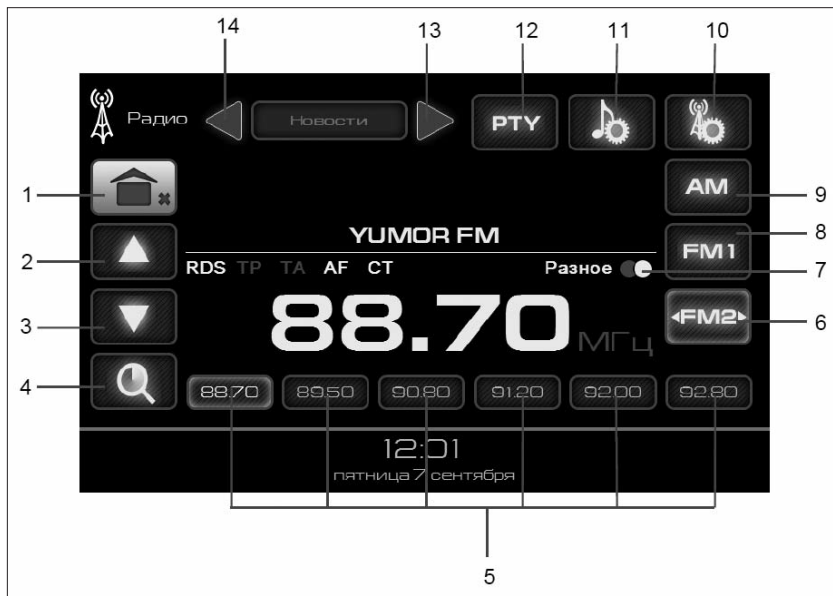

Рис. 3. Окно режима «Радио»
Кнопки **AM**, **FM1**, **FM2-FM4** (рис. 3) позволяют выбрать необходимый диапазон работы:
Длительное удерживание кнопки **1** (рис. 3) приводит к выходу в главное меню с выключением звука радиоприемника. Короткое нажатие кнопки **1** (рис. 3) позволяет перейти в главное меню, не выключая **Радио**.
Для включения автоматической настройки (автопоиска) вверх (вниз) по частоте нажмите кнопку **▲** (2) или **▼** (3) (рис. 3) и удерживайте ее более 2-х секунд. После настройки на радиостанцию автопоиск прекратится.
Последовательным коротким нажатием кнопок **▲** (2) или **▼** (3) (рис. 3) установите требуемую частоту настройки.
Для включения автоматического сканирования и сохранения радиостанций нажмите и удерживайте в течение 2-х секунд кнопку **4** (рис. 3), после этого радиоприемник автоматически настроится на частоты восемнадцати станций и запомнит их. После сохранения радиостанций радиоприемник автоматически переключится в режим прослушивания первой сохраненной радиостанции.
в течение 2-х секунд одну из кнопок **5** (рис. 3). Переключение на сохраненную радиостанцию осуществляется коротким нажатием на одну из кнопок **5** (рис. 3).
При стереофоническом приеме на дисплее высвечивается символ **OO** кнопка **7** (рис. 3). Нажав кнопку **7** (рис. 3), можно принудительно переключить радиоприемник в **монорежим**.
Для выбора типа программ при приеме **RDS**-станций нажмите кнопку **PTY** (рис. 3). (После нажатия должна включиться подсветка кнопки **PTY**)*. Кнопки **◀** (**13**) и **▶** (**14**) (рис. 3) позволяют выбрать тип программы, которая будет использоваться в режиме автоматического поиска радиостанции.
Для автоматического поиска радиостанции, передающей выбранный тип программы, нажмите и удерживайте в течение 2-х секунд кнопки ▲ (2) или ▼ (3) на рис. 3.
Для выключения автоматического поиска по типу станции нажмите кнопку **PTY** (рис. 3).